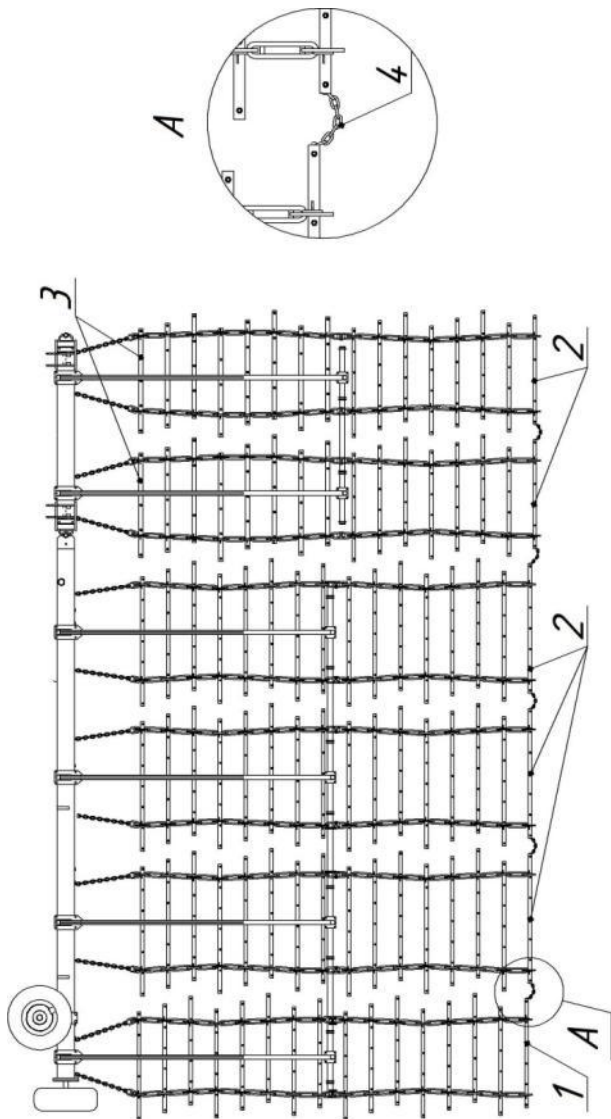

Рис. 4.7.9. Расстановка борон на БГУ-16Ш
4.7.5. На шлейф бороне используются три типа секций: 6 зубовая, 7 зубовая и центральная. У центральных передних секций размер трубы 50x50, у остальных – 40x40. Расстановка секций – см. рис. 4.7.9 и 4.7.10.